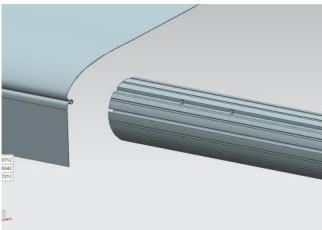
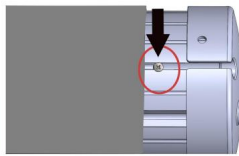

Figuur D8
Figuur D9
3.4 Trek de verbindingbuizen aan beide uiteinden van de middelste spoel naar de rode limietpositie, en monteer het linker- en rechterbuisuiteinde. Bevestig de verbinding met Schroef A. (Figuur D8, Figuur D9)